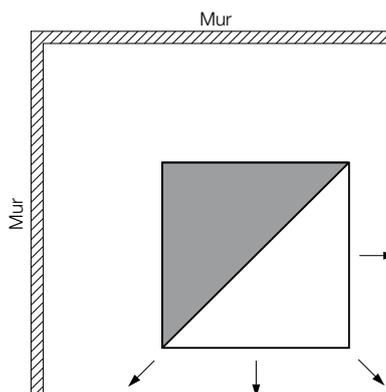

Figure 13: Cache pour soufflage asymétrique, par ex. pour la disposition dans un angle
d) Si l'Opticlean est disposé dans l'angle d'une pièce, le cache représenté figure 13 est recommandé.